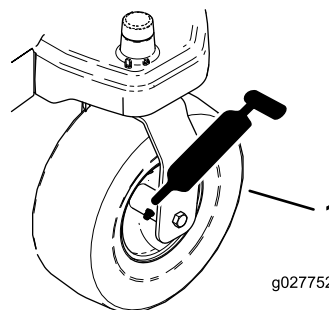
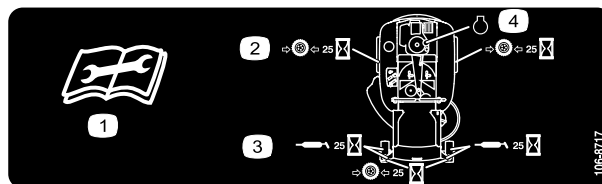

Figura 24
Figura 25
3. Limpie con un trapo los puntos de engrase (Figura 24) y (Figura 25).
4. Conecte una pistola de engrasar a cada punto de engrase (Figura 24 y Figura 25).